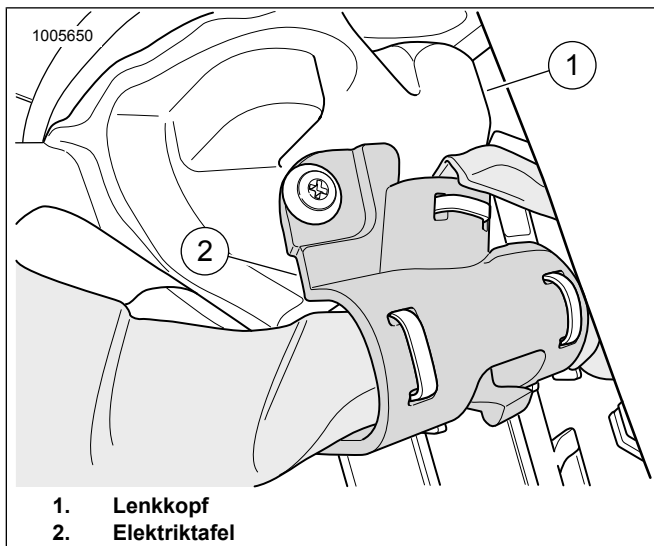

Abbildung 13. Lenkkopf
17. Siehe Abbildung 13. Das Ende des 48-in- Kabelbaums zum Lenkkopf (1) führen. Zum Befestigen des Kabelbaums eine Elektriztafel (2) verwenden.